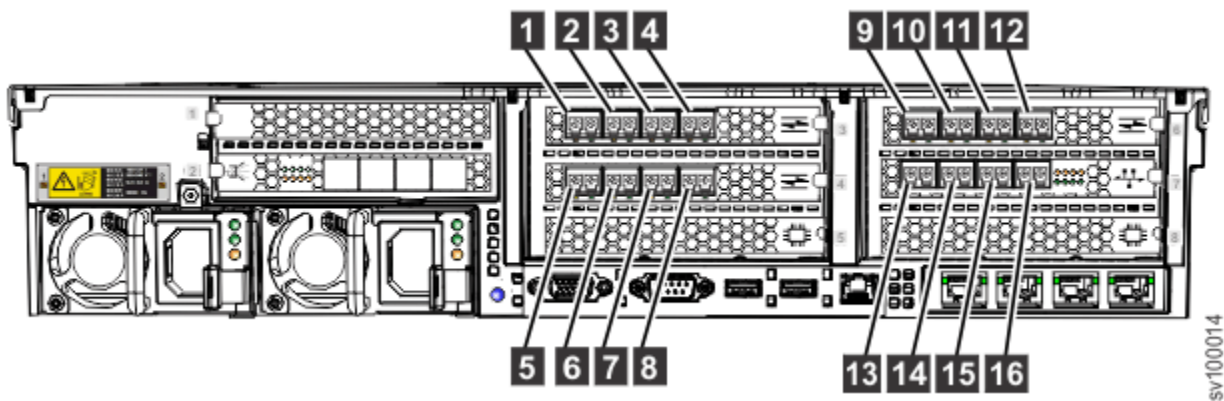

Рисунок 17. Номера портов Fibre Channel в обычной конфигурации
Рисунок 17 на стр. 15 показывает номера физических портов Fibre Channel (FC), если 10-гигабитовый оптический адаптер Ethernet настроен для поддержки соединений FCoE.